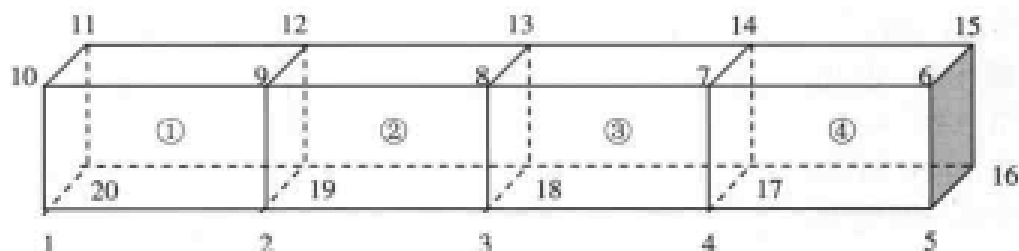

图 1-7 用有限个 SOLID5 单元表征具有一定边界的区域
对于图 1-7 所示具有一定边界的区域，可以将其划分为有限个 SOLID5 单元。每一节点都有对应的数字序号 1、2、3 等；每一单元也有其相应的编号①、②、③等。各相邻单元之间通过公共顶点相互关联。